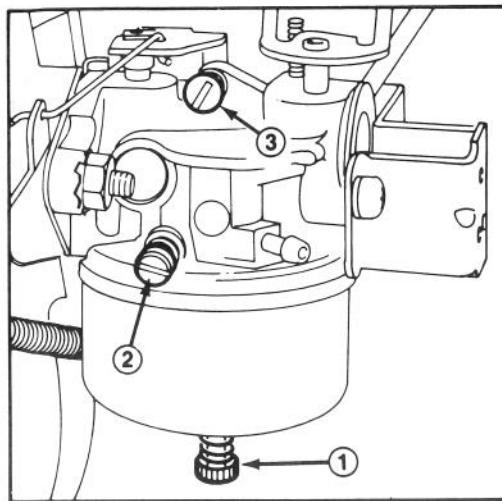

Abbildung 32
2. Haupteinstellschraube (Abb. 32) — Die Schraube vorsichtig nach rechts eindrehen, bis leichter Widerstand spürbar ist. Dann die Schraube wieder um eine ganze Umdrehung — 360° — nach links herausdrehen.
3. Leerlaufschraube (Abb. 32) — Die Schraube vorsichtig nach rechts eindrehen, bis leichter Widerstand spürbar ist. Dann die Schraube wieder um 1 1/2 Umdrehungen nach links herausdrehen.
5. Die Haupteinstellschraube (Abb. 32) um jeweils 1/8 Gang nach rechts eindrehen, bis der Motor infolge magerer Gemischeinstellung zu stottern beginnt. Dann die Schraube um jeweils 1/8 Gang nach links herausdrehen, bis der Motor infolge fetter Gemischeinstellung ungleichmäßig zu laufen beginnt. Nun die Haupteinstellschraube wieder bis zum mittleren Punkt zwischen fetter und magerer Einstellung nach rechts eindrehen.
6. Die Drossel auf LANGSAM stellen und dann die Leerlaufeinstellschraube (Abb. 32) so einstellen, daß der Motor schnellen Leerlauf hat (1750 U/Min).
7. Die Leerlaufluftschraube (Abb. 32) um jeweils 1/8 Gang nach rechts eindrehen, bis der Motor infolge magerer Gemischeinstellung zu stottern beginnt. Dann die Schraube um jeweils 1/8 Gang nach links herausdrehen, bis der Motor infolge fetter Gemischeinstellung ungleichmäßig läuft. Nun die Leerlaufluftschraube wieder bis zum mittleren Punkt zwischen fetter und magerer Einstellung nach rechts eindrehen.
8. Die Leerlaufeinstellschraube (Abb. 32) wieder verdrehen, bis der Motor mit 1750 U/min im Leerlauf läuft.